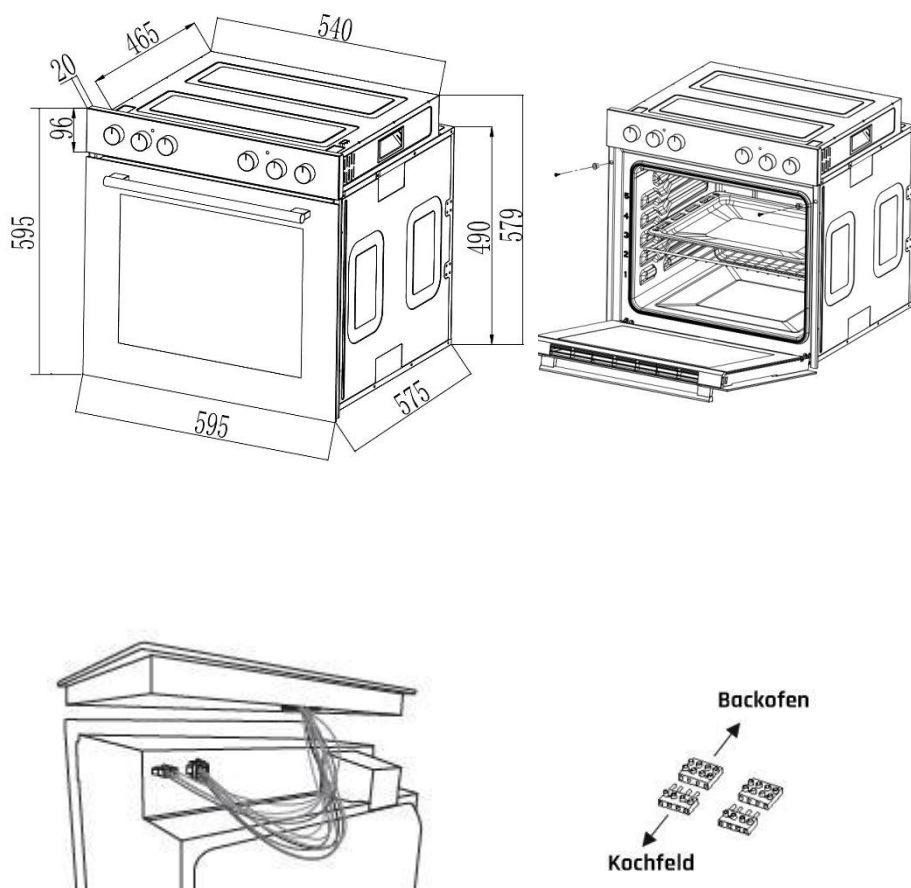

Bild 3
2. Inbyggning av ugnen: (som framgår av bild 3)